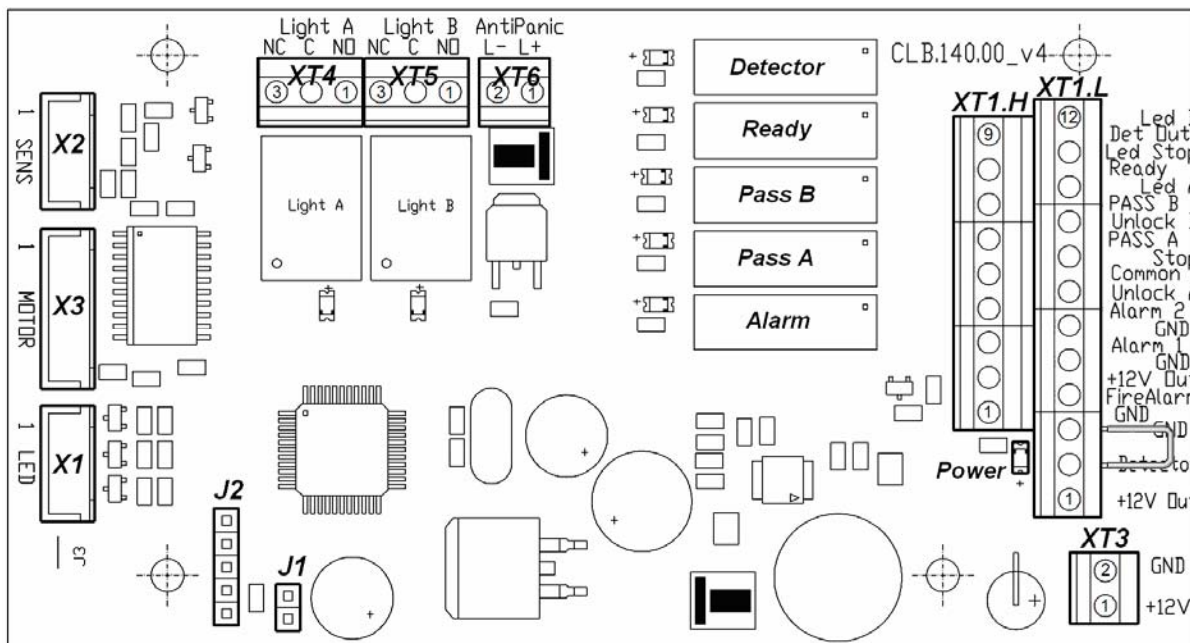

Рисунок 4. Внешний вид платы управления
Общий вид платы управления показан на рис. 4. На плате расположены:
Подключение указанных устройств производится в соответствии со схемой электрических соединений (см. рис. 4 и 12) к выносной клеммной колодке **XS1**, на которую выведены контакты с клеммных колодок **XT1.L** и **XT1.H** платы управления. Подключение осуществляется с помощью кабеля (14).
Факт срабатывания/отпускания реле *PASS A*, *PASS B*, *Ready*, *Detector* и *Alarm* можно определить по загоранию/ гашению красных индикаторов, которые установлены вблизи указанных реле (см. рис. 4).
Режим управления определяется наличием перемычки на разъеме **J1** на плате управления. Расположение разъема показано на рис. 4. Перемычка установлена – импульсный режим управления, перемычка снята – потенциальный режим управления. При поставке перемычка установлена.
Подключение ДКЗП производится к контактам, клеммной колодке ***ХТ1.L***, а сирены – к клеммной колодке ***ХТ1.H*** платы управления согласно схеме электрических соединений (см. рис. 4 и 12).
На контакты *Det Out* и *Common* клеммной колодки ***ХТ1.H*** платы управления (см. рис. 4) всегда транслируется сигнал о текущем состоянии ДКЗП.
Подключение устройства *Fire Alarm*, производится в соответствии со схемой электрических соединений (см. рис. 4 и 12) к контактам *Fire Alarm* и *GND* выносной клеммной колодки **XS1**, на которую выведены контакты с колодки **XT1.L** платы управления. Если вход *Fire Alarm* не используется, то необходимо установить перемычку между контактами *Fire Alarm* и *GND*. При поставке данная перемычка установлена. Работа турникета по командам устройства *Fire Alarm* описана в разд. 5.10.
Выносные индикаторы подключаются на клеммные колодки **XT4 (Light A)** и **XT5 (Light B)**. При этом реле *Light A (Light B)* активизировано (на его обмотку подано напряжение), когда горит соответствующая данному направлению прохода зеленая стрелка на блоке индикации, и нормализовано (на его обмотку напряжение не подано), когда соответствующая данному направлению прохода зеленая стрелка на блоке индикации не горит. Факт срабатывания / отпускания реле *Light A* и *Light B* можно определить по загоранию / гашению красных индикаторов, которые установлены вблизи указанных реле (см. рис. 4).